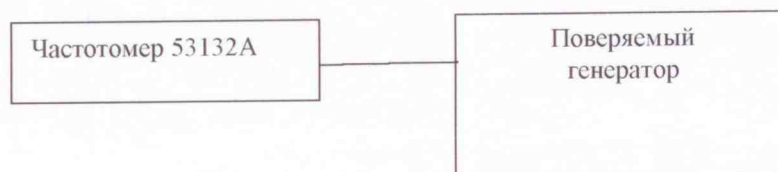

Рисунок 1. Схема определения погрешности установки частоты
7.3.1.1 Поверяемый генератор подключить к частотомеру HP53132A (см. рисунок 1) с помощью 50 - омного BNC кабеля.